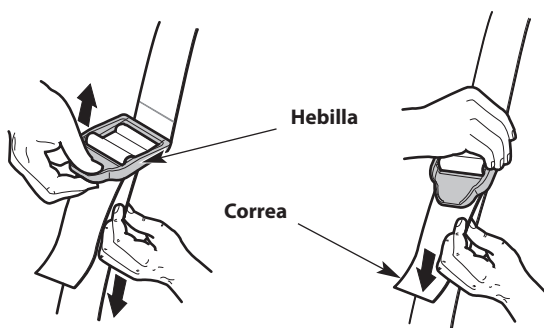

Fig. 12
4. Ajuste la correa de hombro para adecuarla al operador (Fig. 12). Tire de la hebilla hacia arriba para aflojar la correa. Tire de la correa hacia abajo para ajustarla.